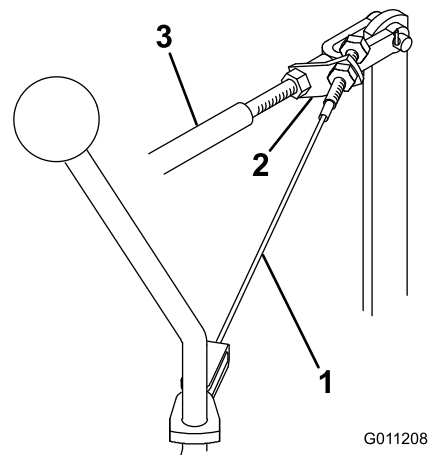

Figura 47
1. Allentate il controdado anteriore che fissa il cavo alla staffa dell'asta di comando tosatura/sollevamento (Figura 47).
3. Mantenendo l'asta di comando tosatura/sollevamento nella posizione arretrata, serrate il dado di bloccaggio posteriore per tendere quasi completamente il cavo (Figura 47). Non tendete eccessivamente il cavo.